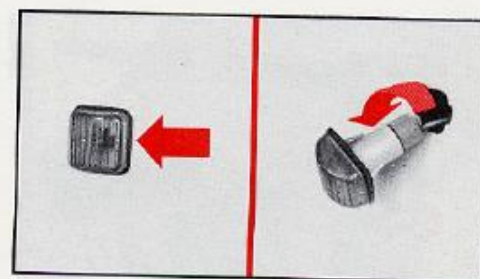

fig. 13
1) empuje el grupo transparente en el sentido indicado en la **fig. 13**